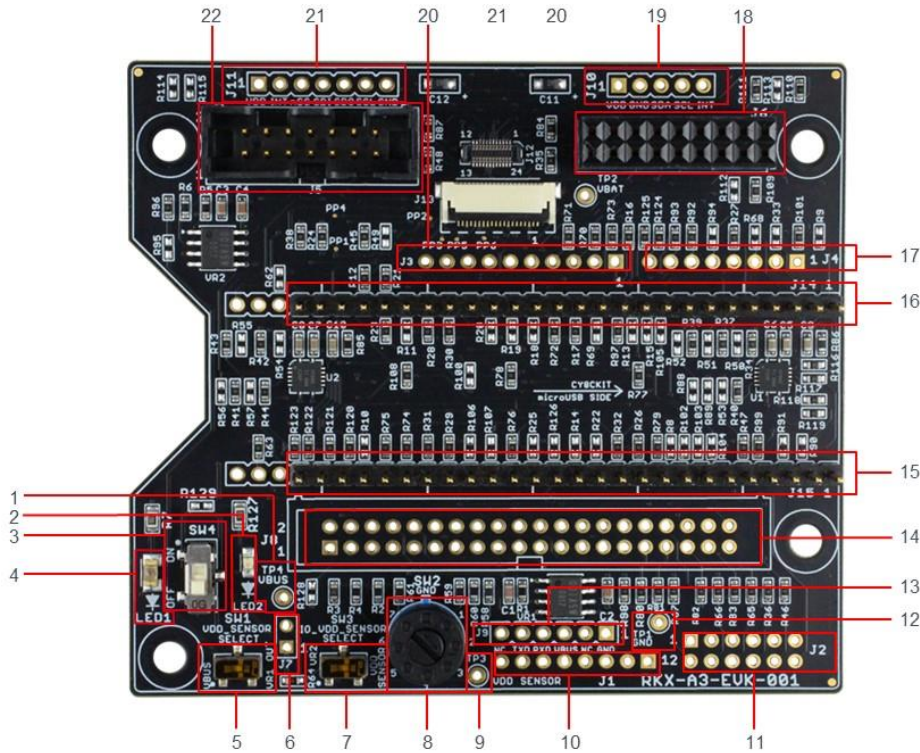

Figure 108. RKX-A3-EVK-001 主な機能
- SW4 がオンの場合、7 ポジションロータリースイッチ SW2 (Figure 108 および Table 2) が中間位置で動かなくなっていることを確認します。スイッチは小型のマイナスインドライバーで回すことができます (Table 2)。